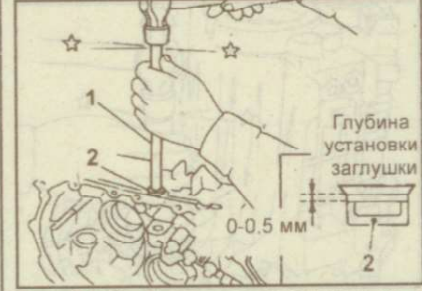

Рис. 9.150. Использование молотка и выколотки (1) для установки технологической заглушки (2)
- 12. Молотком и выколоткой диаметром 12 мм установите технологическую заглушку со стороны вала селектора (рис. 9.150).